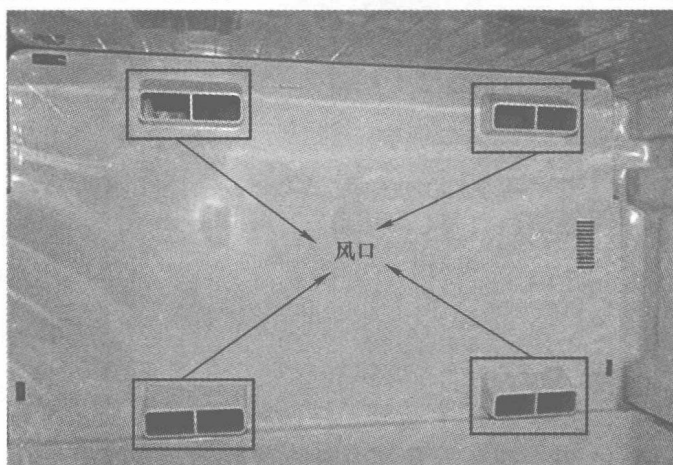

图 1-3 冷气强制循环方式电冰箱风口
1) 冷气强制循环方式也称间冷式、风冷式或无霜电冰箱。此类电冰箱是通过风扇强迫箱内的空气循环流动,循环气流与蒸发器连续不断地进行热交换,然后再通过风口(见图1-3)对远离蒸发器的箱、室进行间接冷却。其优点是温度分布均匀不需人工除霜,缺点是箱内冷气不停地循环易带走食物水分,湿度过低,食物容易风干脱水,保鲜效果差,且耗电比采用冷气自然对流方式的电冰箱高,只适合气候特别潮湿的地区使用。